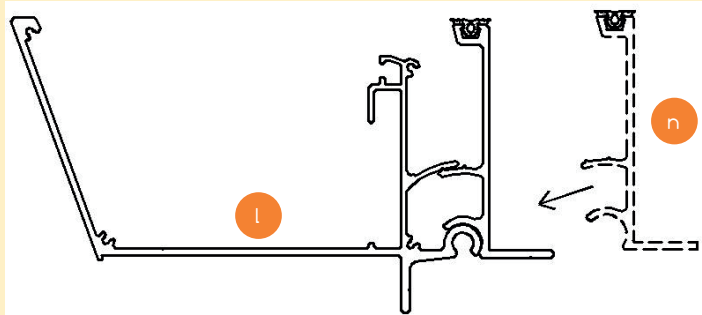
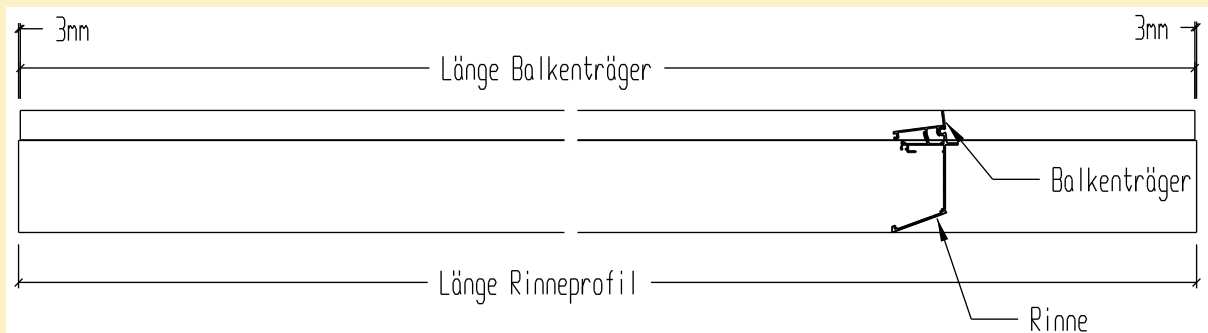

Abb. 3
Abb. 4
- 1.8 Platzieren Sie den Balkenträger (n) in das Rinnenprofil (l) Abb.: 3, so dass es genau mittig vor dem Rinnenprofil eingesetzt ist ca.: 3 mm auf jeder Seite zurück. Abb.: 4